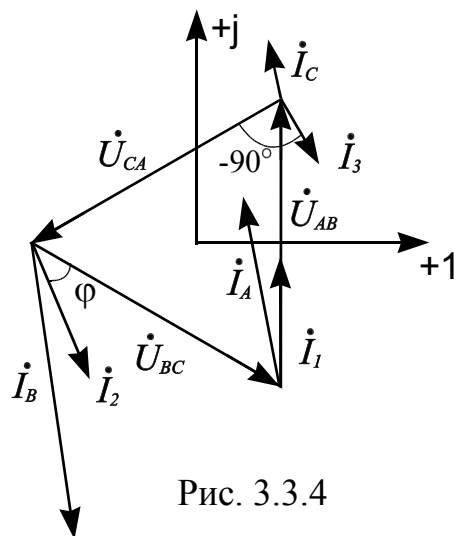

Рис. 3.3.4
6. Векторная диаграмма приведена на рис. 3.3.4. Фазные напряжения приемников равны линейным напряжениям сети.